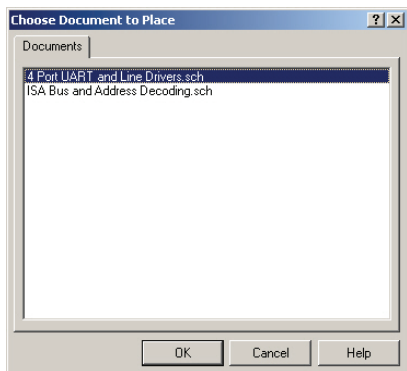

图 3-23 “Choose Document to Place”对话框
1) 选择“**Design**”→“**Create Symbol From Sheet**”命令，会弹出如图 3-23 所示的“**Choose Document to Place**（选择产生方块电路的文件）”对话框。